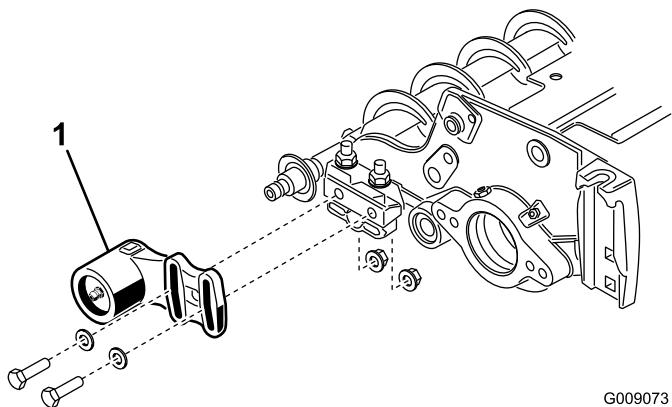
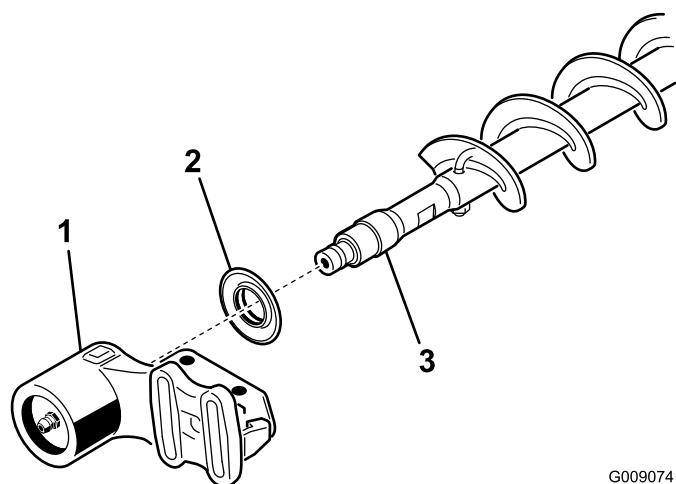

Рисунок 36
Рисунок 37
2. Сдвиньте корпус подшипника неприводной стороны и защитное уплотнение с вала щетки (Рисунок 37).
1. Если на режущем блоке установлена щетка катка, выверните 2 болта, снимите шайбы и гайки крепления корпуса подшипника неприводной стороны к монтажному кронштейну корпуса подшипника (Рисунок 36 и Рисунок 37).
9. Установите защитное уплотнение и корпус подшипника неприводной стороны на вал щетки (Рисунок 37).